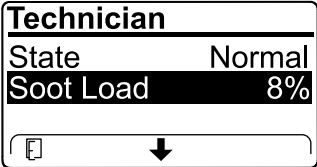

Bild 27
- Zeigen Sie die Rußlast an, die als Prozentsatz des Rußes im Dieselpartikelfilter (Bild 27) gemessen wird, siehe Tabelle für die Rußlast.